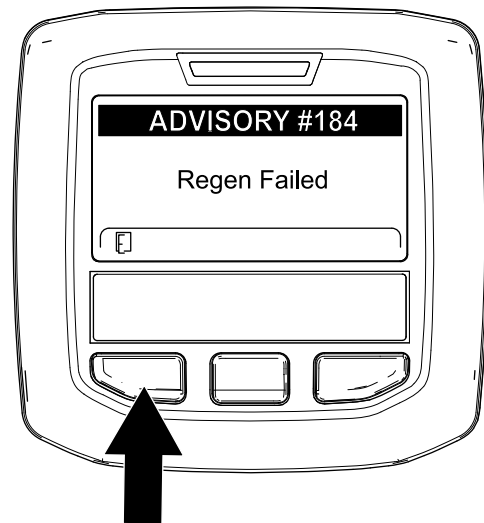

Figura 81
**Nota:** Se la rigenerazione non viene completata, l'InfoCenter visualizza il messaggio Advisory #184 (Figura 81). Premete il pulsante sinistro per uscire e tornare alla schermata Home.